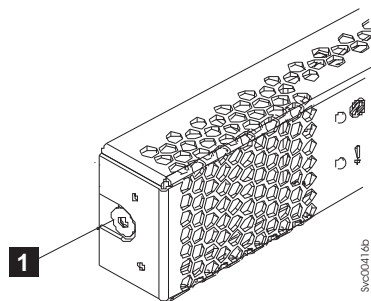

Figura 97. Botão de Liberação Esquerdo de um Controlador de Serviço do 2145-CG8 ou 2145-CF8
5. Localize os botões de liberação azuis do controlador de serviço embutidos em cada lado do controlador. Consulte o Figura 97.